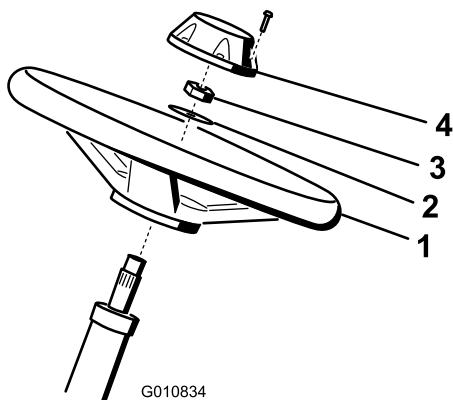

Figura 5
1. Faça deslizar o volante para a coluna de direção (Figura 5).
2. Faça deslizar a anilha para a coluna de direção (Figura 5).
3. Fixe o volante na coluna com uma porca de bloqueio e aperte-a com 27–35 N·m (Figura 5).
4. Instale a tampa no volante e fixe-a com 6 parafusos (Figura 5).